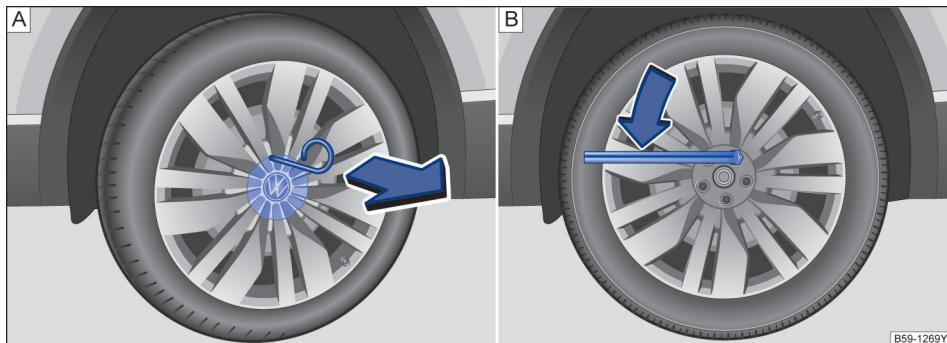

图 231 A. 从车轮螺栓上拔下盖罩; B. 更换车轮: 松开车轮螺栓
- 将钢丝钩定位到罩盖的拆卸位置，确保钢丝钩已钩住罩盖。缓慢施力拉出罩盖→图 231 [A]。
- 将车轮扳手套到车轮螺栓上，然后推到限位位置→图 231 [B]。